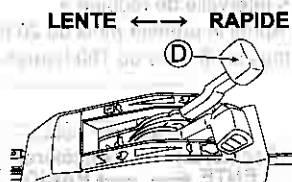

Fig. 19. (W721 / W721PRO)
5 Ajustez la vitesse de tonte avec le Levier de changement de vitesse (D). (Voir Fig. 19.)